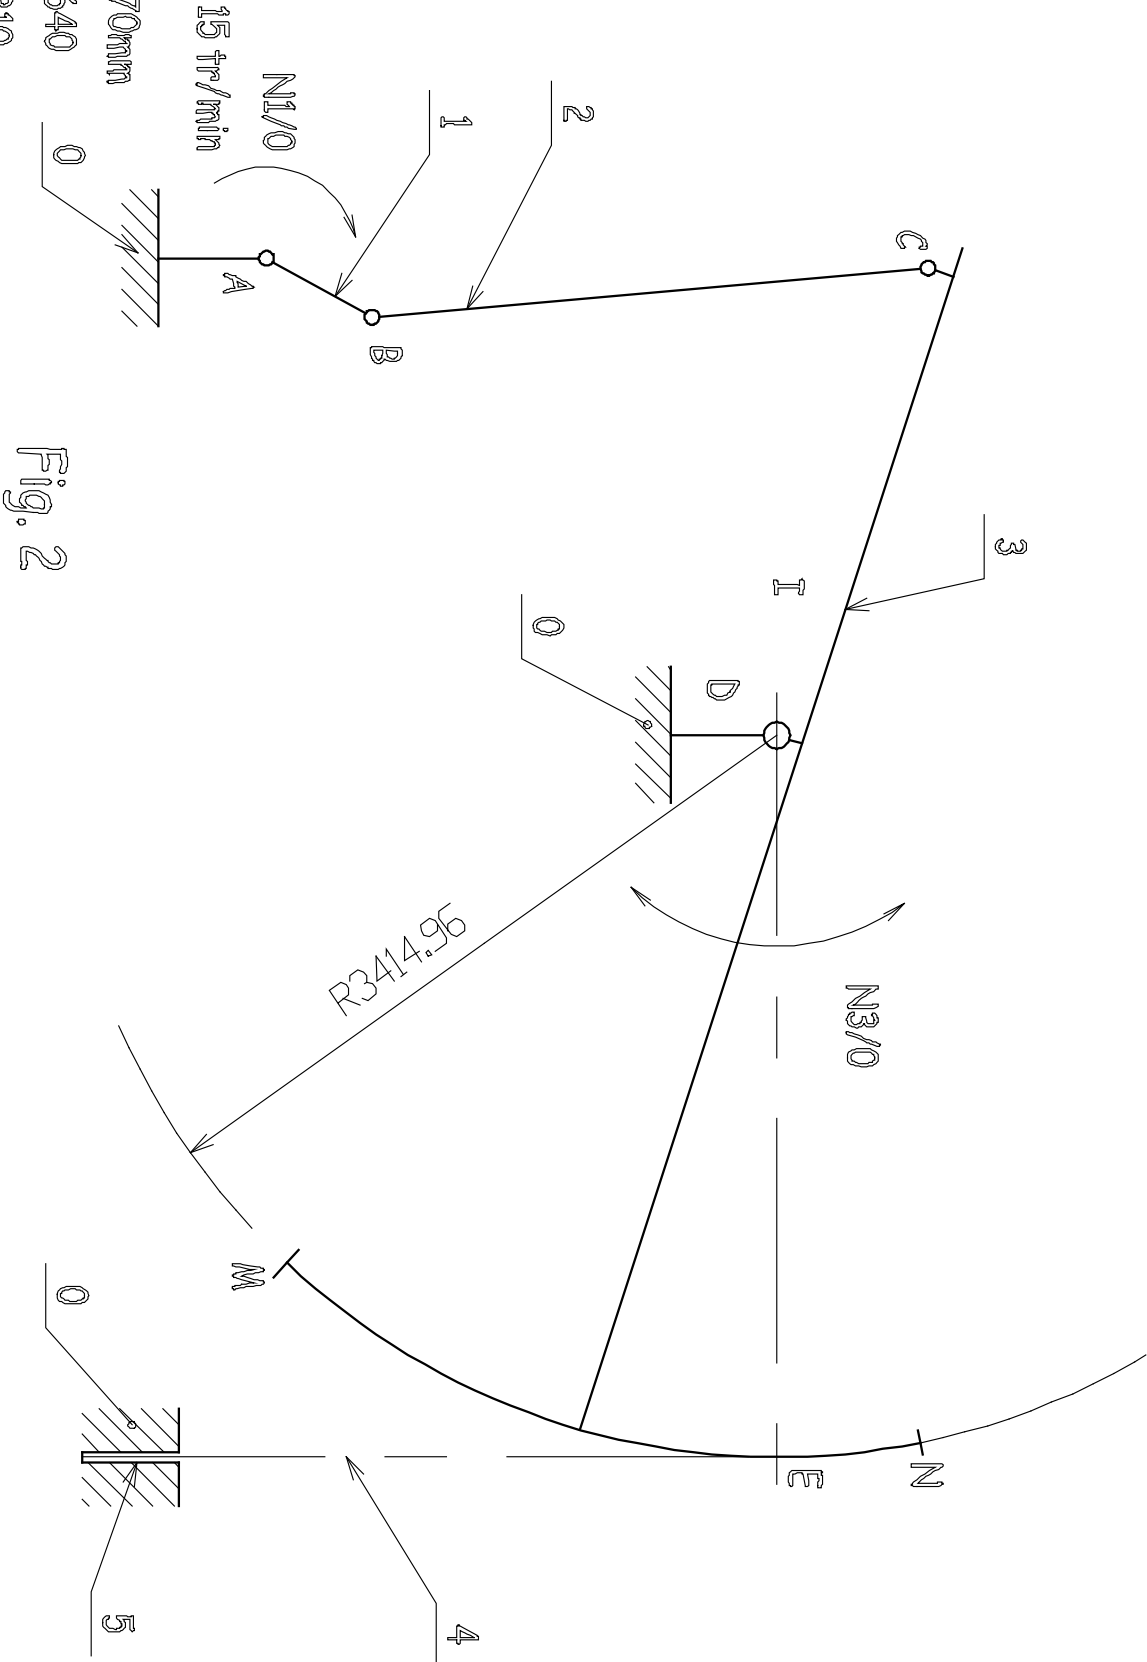

Fig. 2
Le dispositif occupe la position de la figure 2. Afin de déterminer le débit instantané de pétrole on demande :
8. Sachant que l'alésage du cylindre 5 à un diamètre de 100 mm déterminer le débit instantané de pétrole lorsque la pompe occupe la position de la fig.2.